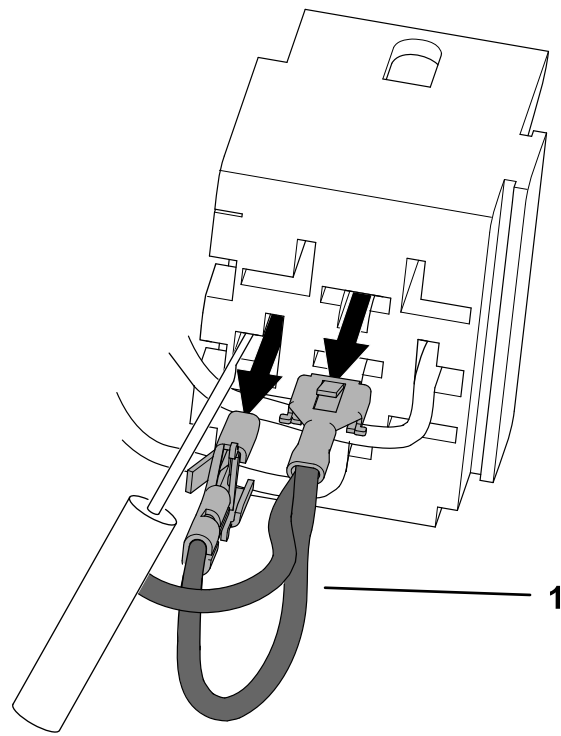

Figura 4
6. Utilice la herramienta para la retirada de terminales para retirar los 2 terminales de los cables azules indicados en la Figura 4.